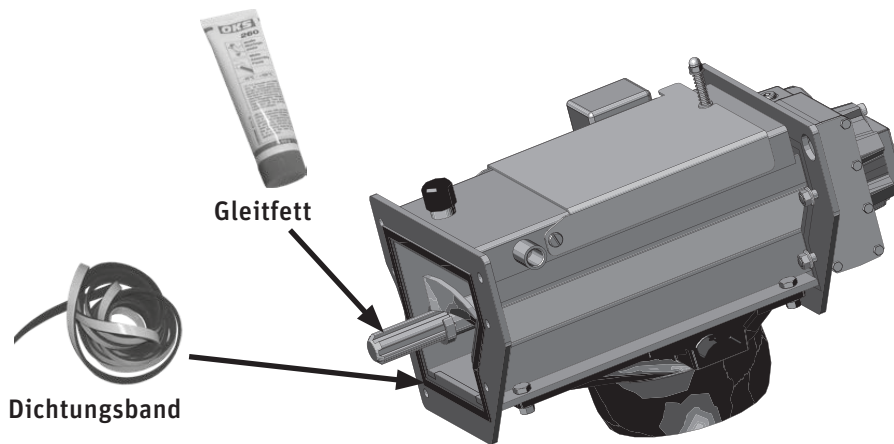
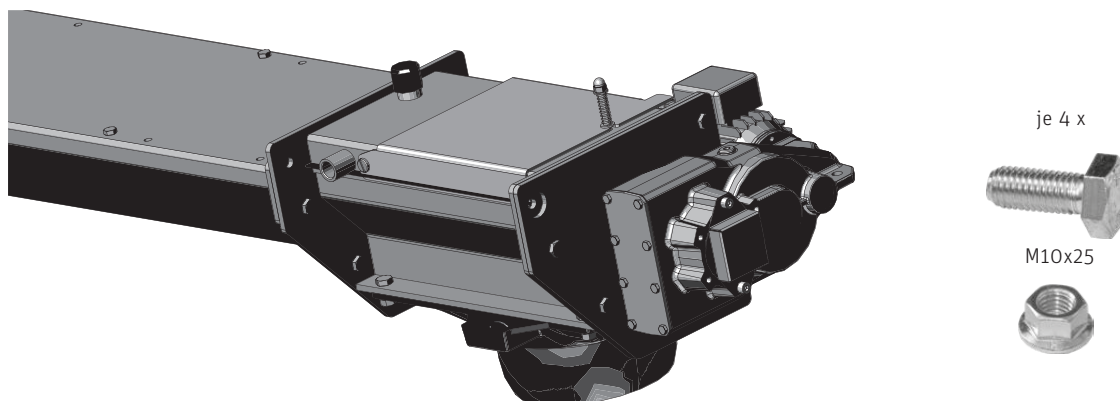

Fig. 149 Übergabeblock; Verbindungsstück bei Schnecke einfetten
Fig. 150 Übergabeblock montieren
- ▶ Schneckenkanal abstützen (z.B. mit Stützfuß PZW 015 oder Universalhalterung PZW 003) und Übergabeblock mit je 4 Stk. Sechskantschrauben M10x25 und Flanschmuttern M10 an die Raumaustragung/Schnecke verbinden und festschrauben, Verbindungsstück bei Schnecke einfetten und Dichtungsband aufkleben – Fig. 149, Fig. 150.